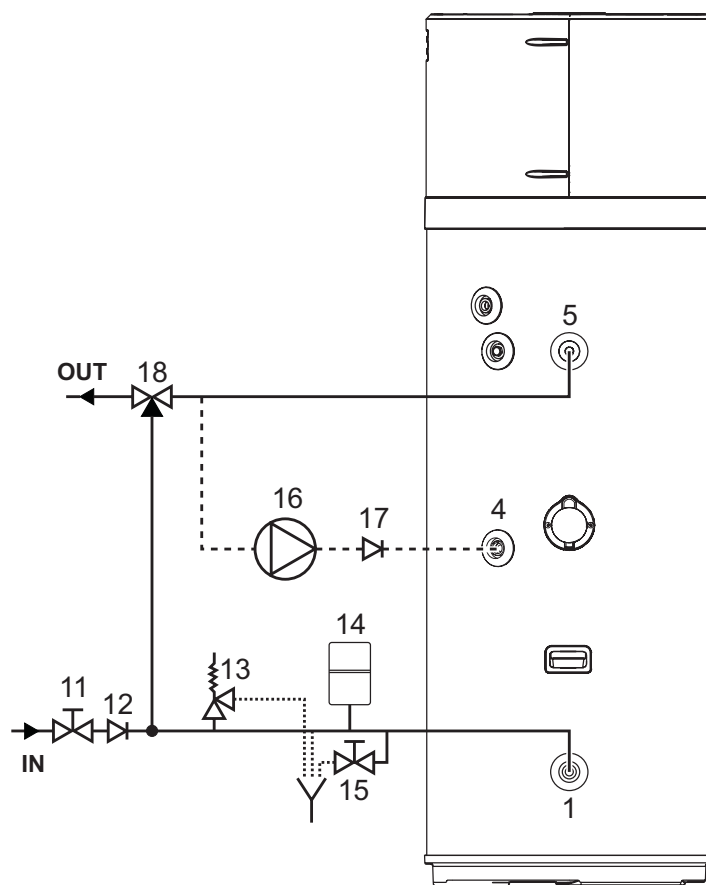

fig. 16 - Esempio impianto idrico
La figura che segue (fig. 16) illustra un esempio di collegamento idraulico.
### Legenda (fig. 16)
**ATTENZIONE!:** La pompa di calore per la produzione di acqua calda sanitaria è in grado di riscaldare l'acqua ad oltre 60°C. Per questo motivo, a protezione delle ustioni, è necessario installare un dispositivo termostatico di miscelazione automatico nella tubazione acqua calda (fig. 16).